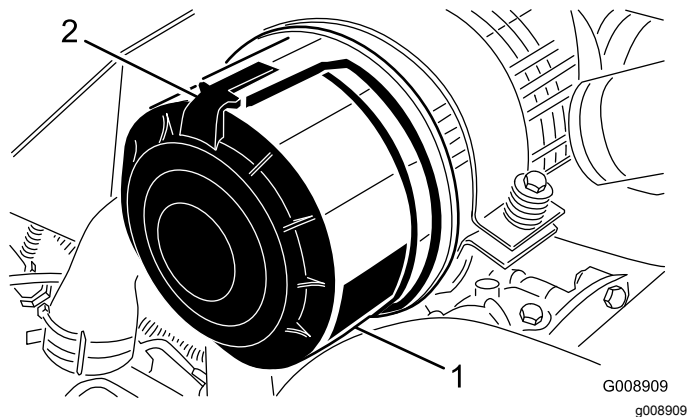

Figura 96
1. Liberte os trincos que fixam a cobertura do filtro de ar ao respetivo corpo (Figura 96).